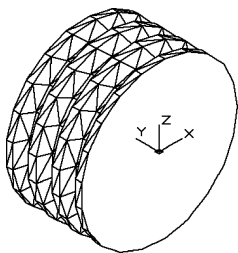

图 12-26 旋转后的带轮
(2) 单击“可视化”选项卡“视图”面板中的“西南等轴测”按钮, 切换视图。
(3) 单击“可视化”选项卡“视觉样式”面板中的“隐藏”按钮, 结果如图 12-26 所示。